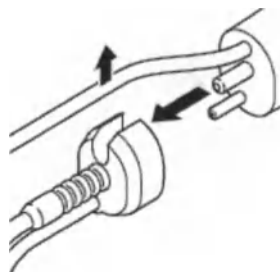

Рисунок 113 — Отсоединение коннектора трубок рукоятки
3. Отсоедините коннектор трубок рукоятки кассеты для аспирации и ирригации от рукоятки (рисунок 113).